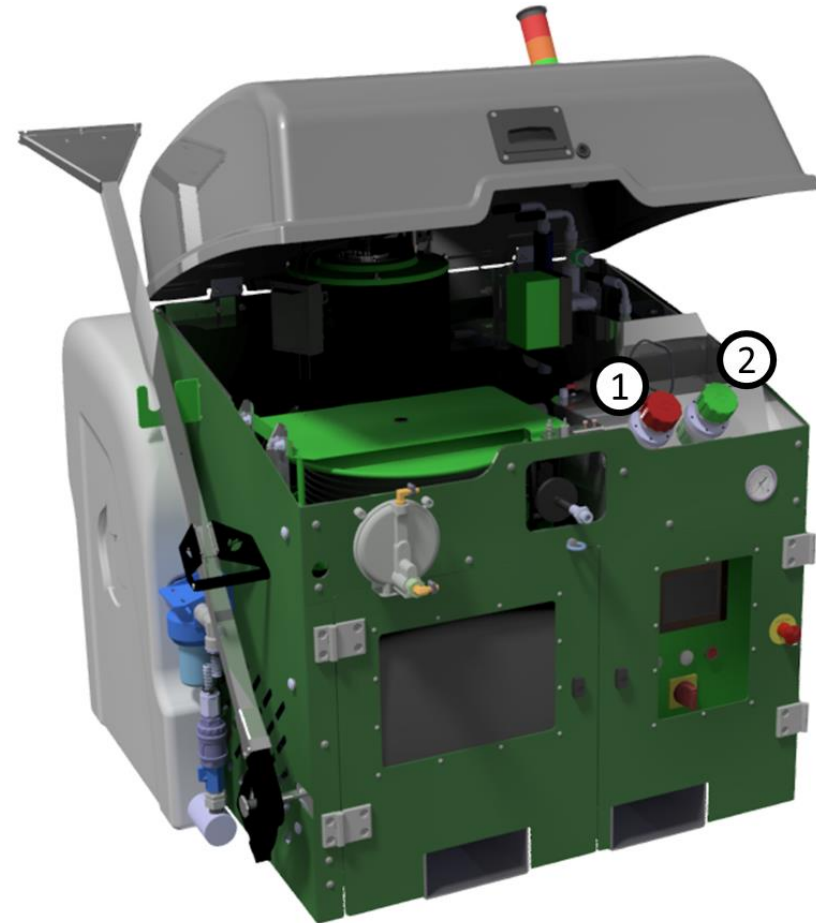

Figure 2 - Vue des points de remplissage de mousse et diesel
- ✓ Pour remplir le réservoir de diesel, ouvrir le bouchon de la valve (ROUGE - GAUCHE) (élément 1 Figure 2) et verser soigneusement le diesel jusqu'à ce que le réservoir soit plein.
- ✓ Pour remplir le réservoir à mousse, ouvrir le bouchon de la valve (VERT - DROITE) (élément 2 Figure 2) et verser soigneusement le concentré Foamstream® jusqu'à ce que le réservoir soit plein.